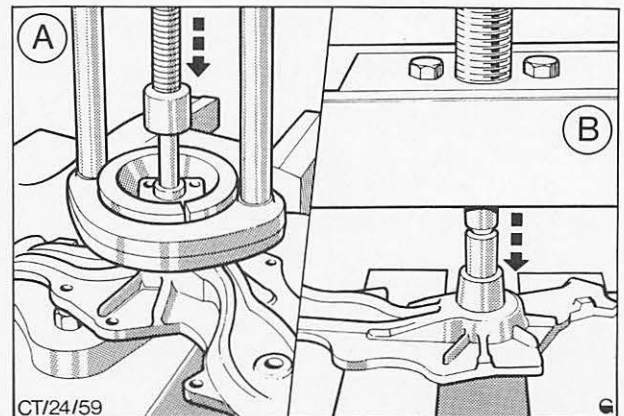

Abb. 28 A = Nabe – Riemenscheibe von der Welle abpressen
1. Geeigneten Halbring in die Presse einsetzen, Nabe – Riemenscheibe am Halbring abstützen und Lagerwelle mit Pumpe komplett herauspressen, Abb. 28.
2. Pumpengehäuse am Pressenbett abstützen und Lagerwelle mit Dichtring und Schaufelrad komplett herauspressen, Abb. 28.